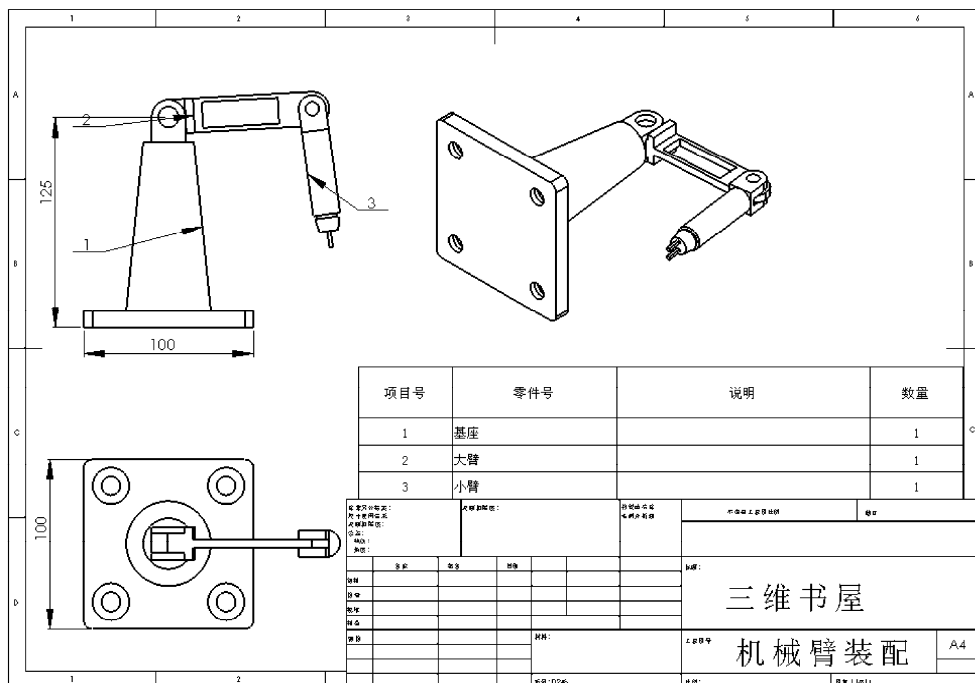

图 12-87 添加技术要求
11) 添加注释。选择菜单栏中的“插入”→“注解”→“注释”命令，或者单击“注解”工具栏上的  (注释) 按钮，或者单击“注解”控制面板中的  (注释) 按钮，为工程图添加注释，如图 12-87 所示。此工程图即绘制完成。